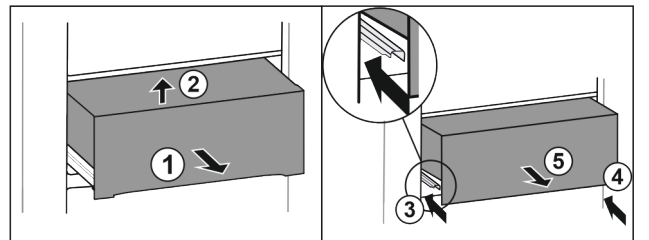

Fig. 36
- ▶ Schubfach halb herausziehen. Fig. 36 (1)
- ▶ Schubfach vorne anheben. Fig. 36 (2)
- ▶ Linke Schiene einschieben. Fig. 36 (3)
- ▶ Rechte Schiene einschieben. Fig. 36 (4)
- ▶ Schubfach nach vorne entnehmen. Fig. 36 (5)